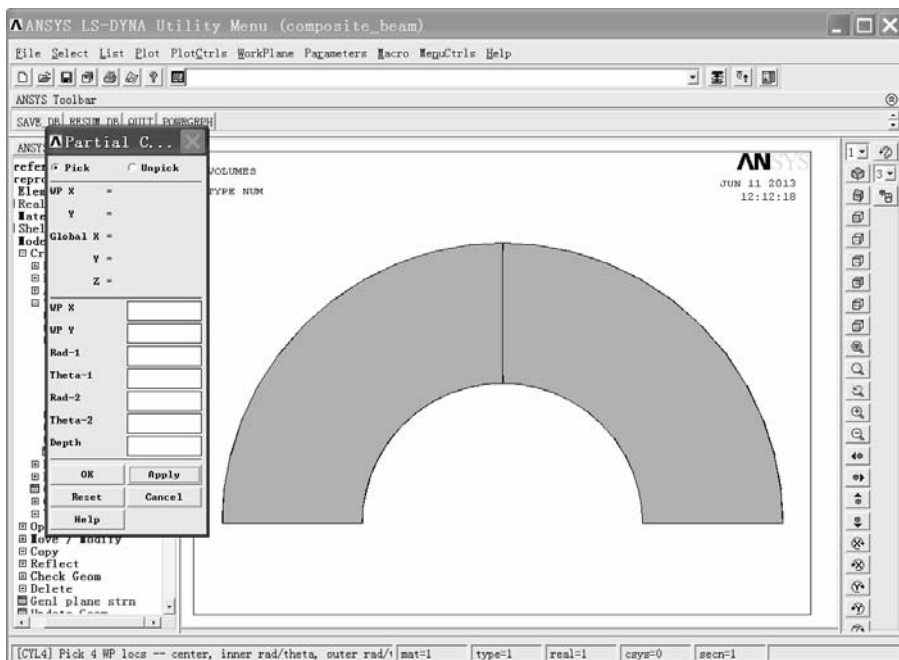

图 2-138 A 圆筒的 2/4
(4) 继续在“Partial C...”窗口中输入数据：“WP X”后输入“0.2”，“WP Y”后输入“0.041”，“Rad-1”后输入“0.02”，“Theta-1”后输入“90”，“Rad-2”后输入“0.04”，“Theta-2”后输入“180”，“Depth”后输入“0.04”。
(5) 单击“Partial C...”窗口中的“Apply”按钮，弹出 A 圆筒 2/4 的正视图（见图 2-138）。